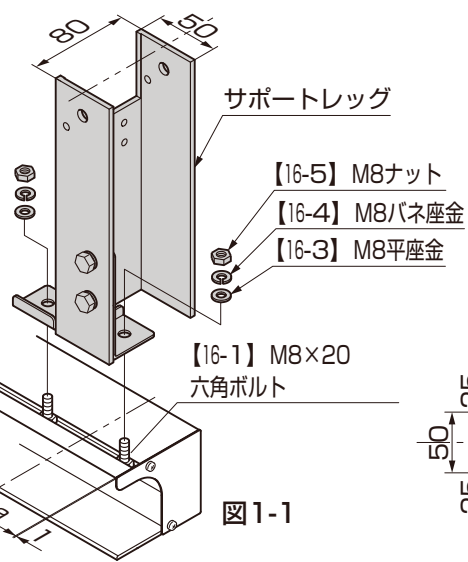

図1-1
- サポートレッグ3、5には斜材取付加工穴の有無がありますので「3 フレーム部材配置図 1-1 奥行傾斜」を参照して取付け位置を確認してください。